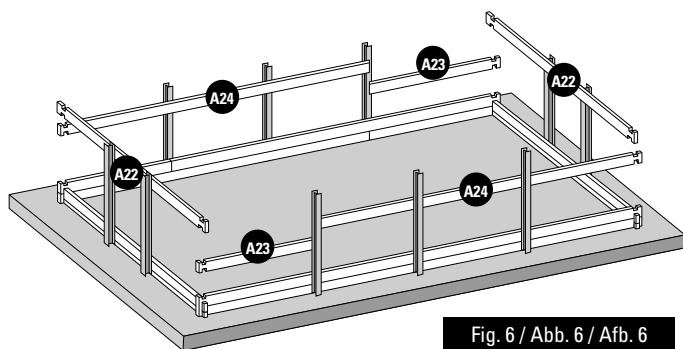

Fig. 6 / Abb. 6 / Afb. 6
- EN 3rd LAYER OF BOARDS:** Install the third layer of boards as shown in figure 6. The position of the refilling fitting with the key and the skimmer should be defined at the start of the assembly (read the specific paragraphs).
- FR 3ÈME RANGÉE MADRIERS :** Positionnez les madriers de la 3ème rangée conformément à la figure 6. Vous devez avoir déterminé l'emplacement de la buse de refoulement et du skimmer dès le début du montage (voir paragraphes spécifiques).
- DE 3. BRETTERREIHE:** Platzieren Sie die Bretter der dritten Reihe laut Abb. 6. Zu Beginn der Montage müssen Sie die Lage des Druckventils und des Skimmers festlegen (lesen Sie hierzu die entsprechenden Abschnitte).
- NL 3ª RIJ PLANKEN:** Plaats de planken van de derde rij zoals te zien is op afbeelding 6. U moet al bij aanvang van de montage bepalen op welke plaats het uitstroombondstuk en de skimmer moet komen (less de betreffende paragrafen).